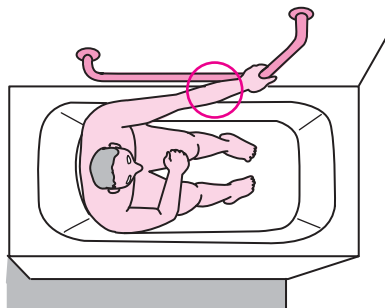

図 7-28 L字型手すりの横手すりを前腕外側で押しつけて斜めに引かれる力を打ち消す例
② 本人との適合条件
- 身体が手すりに向かって斜めに引き付けられてしまう場合は、手すりが身体の正面になるような方向に向きを変える、もう一方の手で浴槽縁を把持してバランスをとる、手すりを持つ腕の前腕部を横手すりや壁に押し付けて肘を動かないようにするなどして、横に引かれる力を打ち消す動作上の工夫が必要になります。(図 7-28)